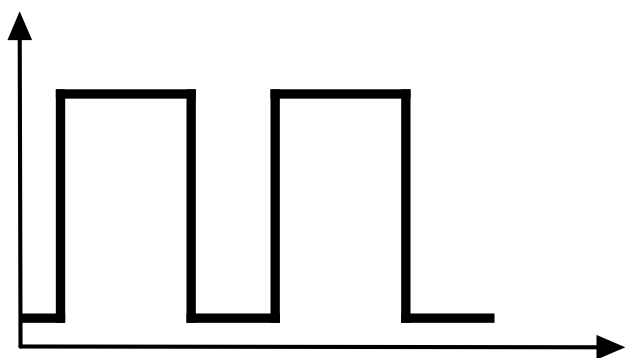

Рис.15. Индикация светодиода
- **Совпадение ID карты (брелка) с картой (брелком) водителя (заправщика) из списка, записанного в устройство. Идет процесс заправки** — на светодиод и на выход 1 в течение всей заправки подаются длинные импульсы (меандр) с периодом 2–3 секунды. Пример сигнала на выходе 1 приведен на Рис.15.